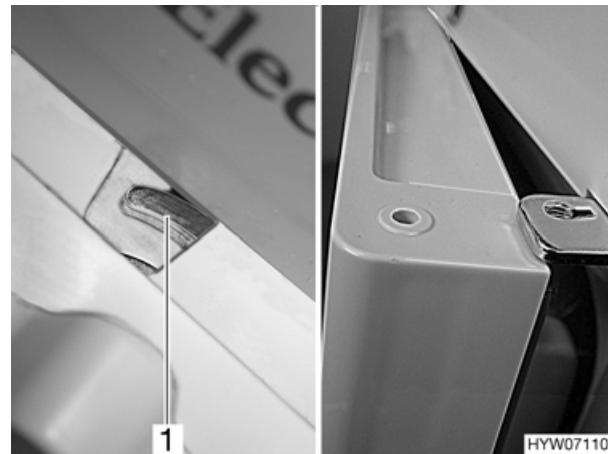

Bild 91 Kühlschranktür in Lüftungsstellung (Variante 3)
- Kühlschranktür mit Hilfe der Türarretierung (Bild 91,1) fixieren. Die Kühlschranktür bleibt damit leicht geöffnet (Bild 91).